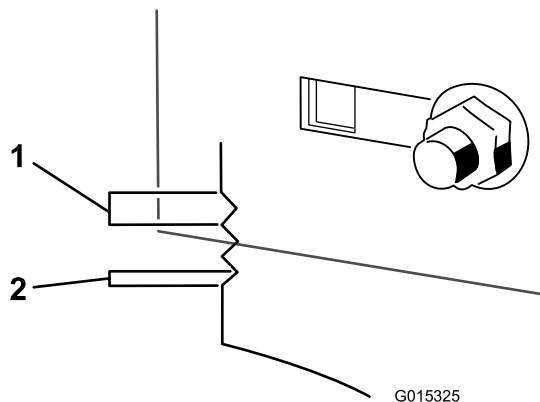

**Figura 51**
13. Cuando la carcasa esté en la posición deseada, apriete la tuerca de bloqueo trasera de la pletina de suspensión para fijar la posición nueva (Figura 51).